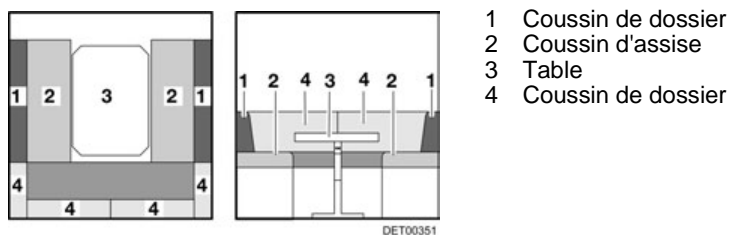

Fig. 122 Avant la transformation
- Convertir la table (Fig. 122,3) en sommier de lit (voir paragraphe 7.7).